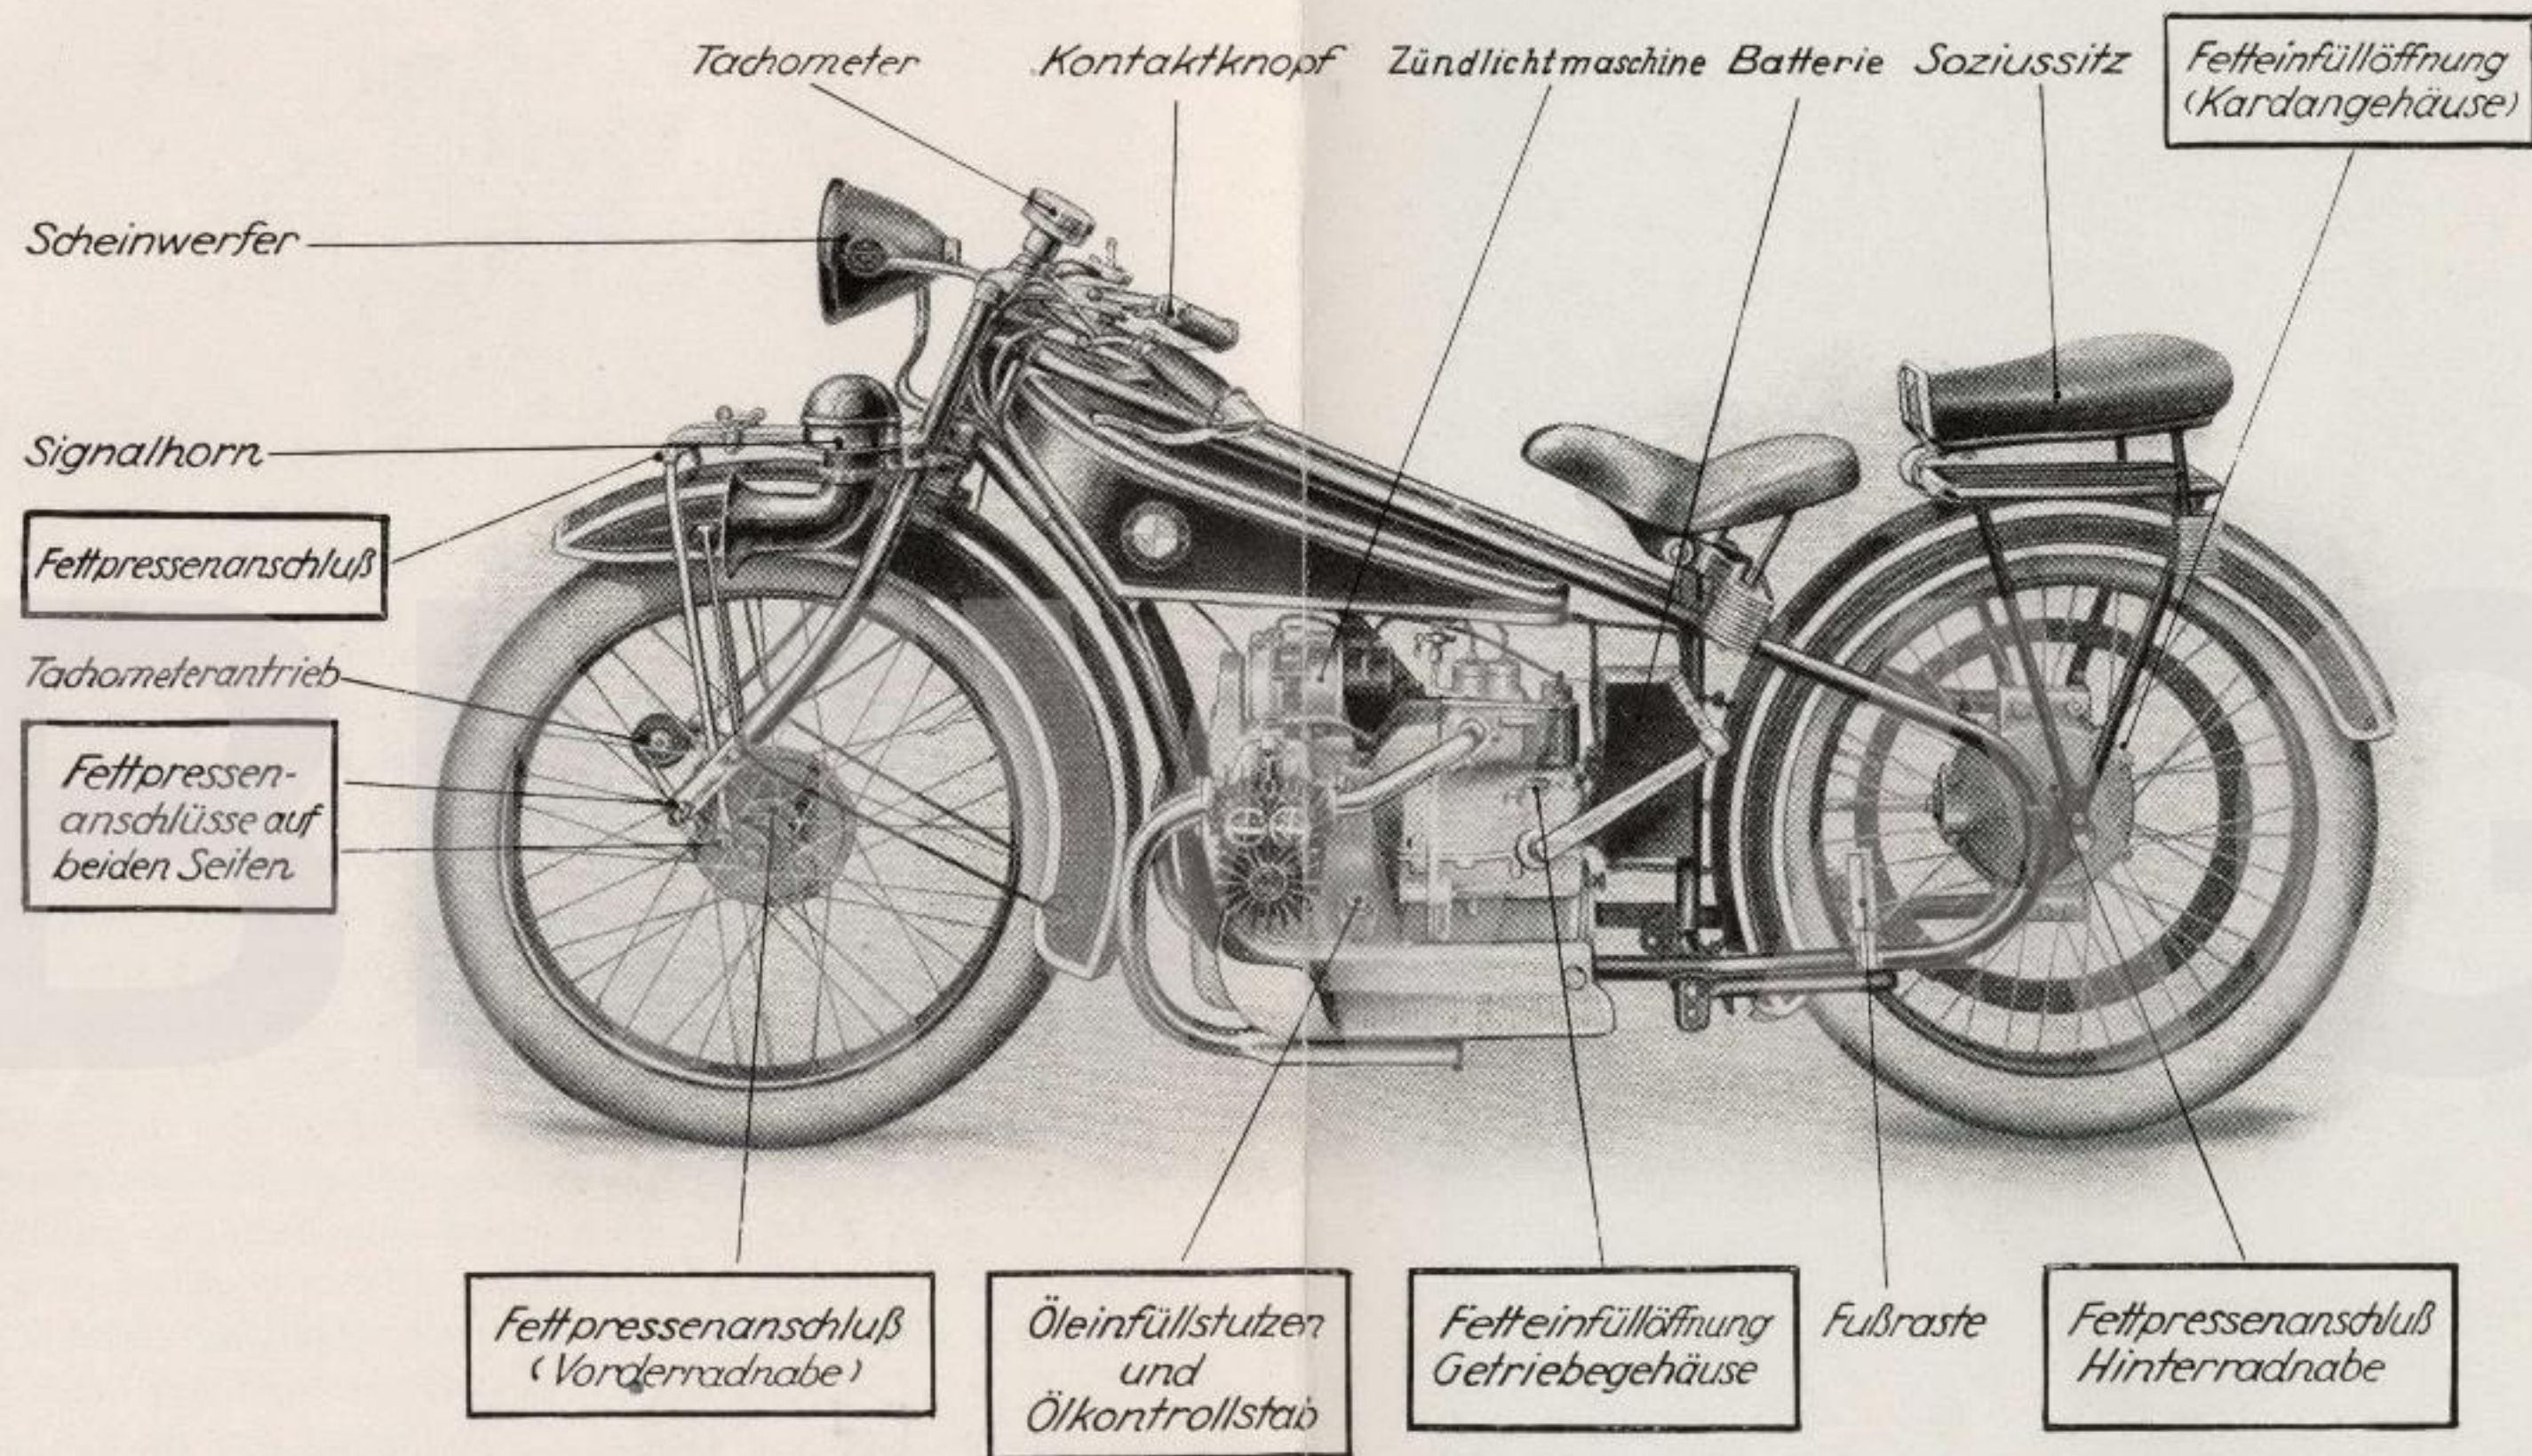

Abb. 13
**2. Fettbeschickung:** Die vorhandenen Fettpressenanschlüsse müssen nach längeren Zeiträumen, etwa nach 1000 km Fahrt, mit frischem Fett, und zwar gutem Staufferfett, versehen werden. Die am Rade vorhandenen Fettpressenanschlüsse sind in Abb. 13 angegeben und durch starke Umrandung des Hinweises hervorgehoben. Das Fett wird solange in die Lagerstellen hineingepreßt, bis es an anderer Stelle herauszudringen beginnt. Läßt sich das Fett nicht oder nur schwer einpressen, so sind die Anschlüsse verstopft und müssen gereinigt